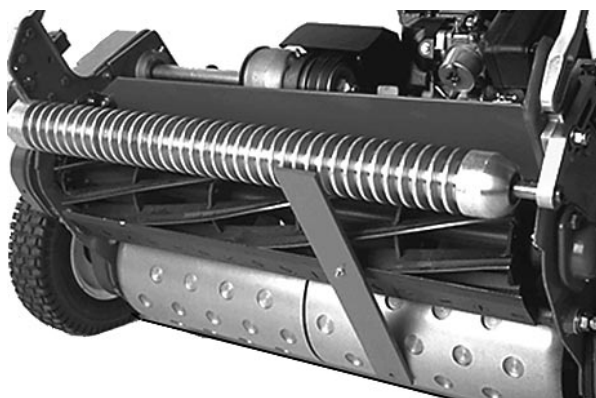

Fig. 8
4. Prender a cabeça do parafuso no gume de corte da faca da base e assentar a extremidade traseira da barra no carretel traseiro (Fig. 8).